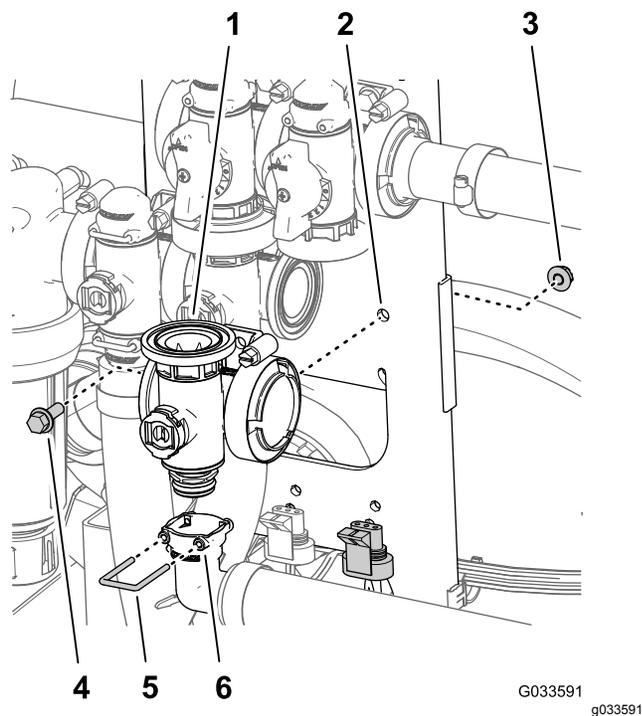

Рисунок 115
нижней части коллектора главного клапана стрелы (Рисунок 115).
6. Закрепите выпускной штуцер на штуцере муфты, вставив держатель в гнездо выпускного штуцера (Рисунок 115).